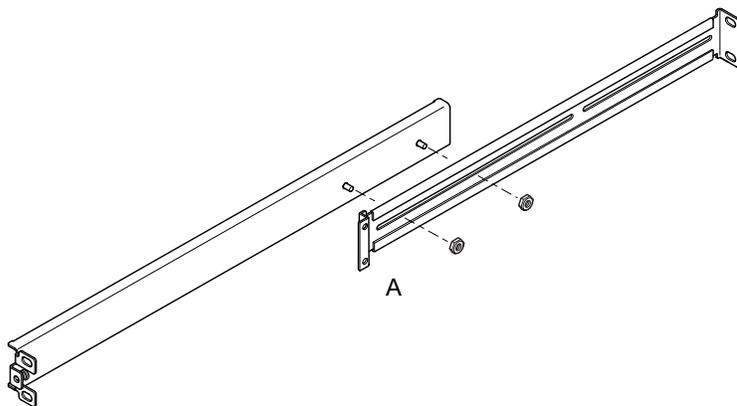

图 3-1 标准 19 英寸扩展机架的滑动装置
1. 定位滑轨的两部分，使双折角的一端 (A) 位置正确。
对于标准 19 英寸宽的机架，双折角的一端 (A) 必须在前面（请参见图 3-1）。